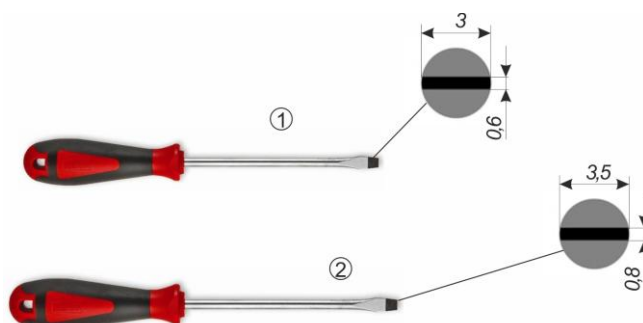

Рисунок 4.4 - Розміри шліц викруток типу SL 0,6x3 мм (1) і SL 0,8x3.5 мм (2), відповідно
Підключення зовнішніх кіл здійснюється за допомогою з'єднання під гвинт на роз'єм-клємах. Для надійного підключення рекомендується використовувати викрутки типу SL 0,6x3 мм і SL 0,8x3.5 мм для роз'ємів SH220R-3.81 і SH230R-5 відповідно (див. рисунок 4.4)
4.3.6.2 У вікні редагування параметрів натиснути клавішу "Блок сетевого обмена" (див. рис. 4.4).